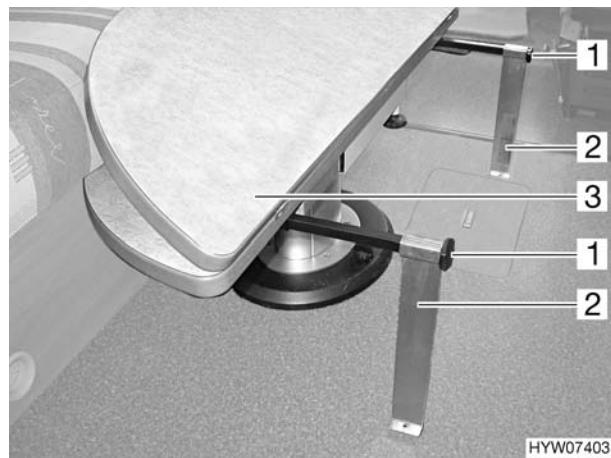

Fig. 74 Trasformazione in struttura di supporto letto
- Estrarre interamente le guide di appoggio (Fig. 74,1) fino all'arresto.
- Rimuovere i puntelli di metallo (Fig. 74,2) dai supporti dei sedili facendoli scivolare sulle guide di appoggio (Fig. 74).
- Estendere la metà superiore del piano del tavolo (Fig. 74,3) e collocarla sulle guide di appoggio.
- Sfilare i puntelli di metallo (Fig. 74,2) e stivarli nei supporti dei sedili.
- Inserire completamente le guide di appoggio (Fig. 74,1).